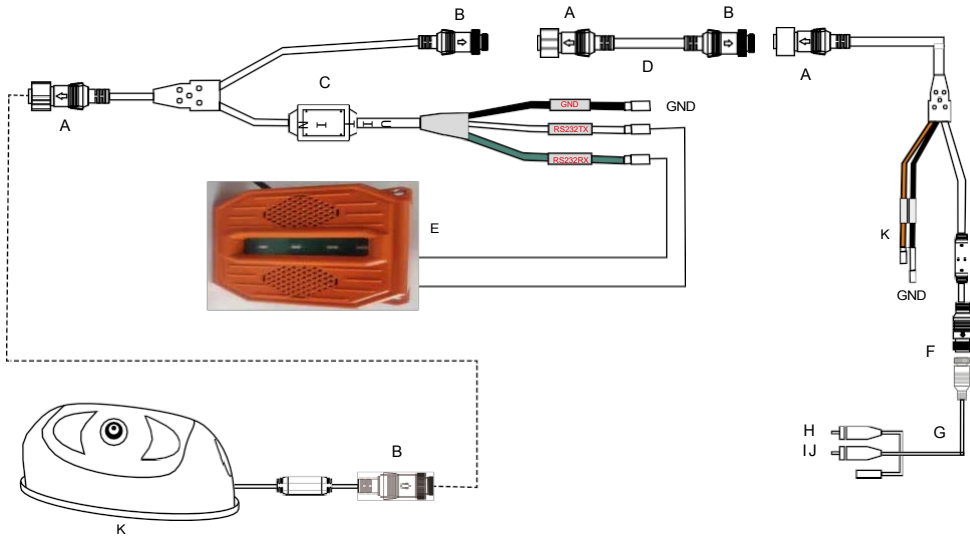

Fig. 2: Aansluiting van de buitensirene met stroboscooplicht
- **Adapter 3:** RS232 voor aansluiting van de buitensirene met stroboscooplicht (fig. 2)